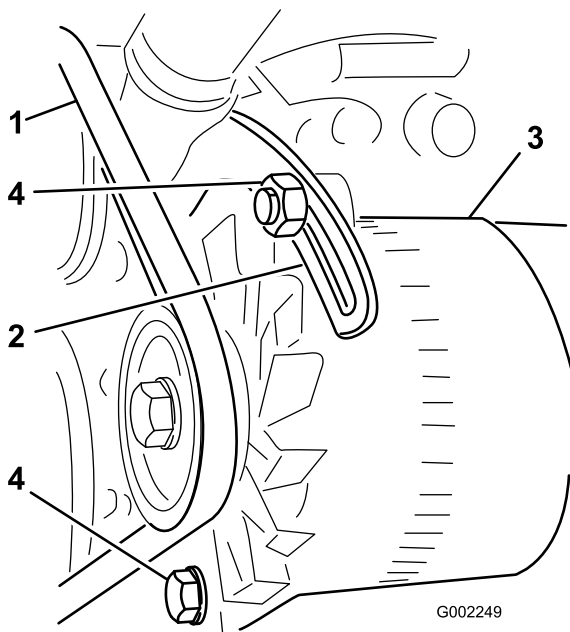

图 88
3. 松开将皮带环形支架固定到发动机的螺栓、以及将发电机固定到皮带环形支架上的螺栓图 88。